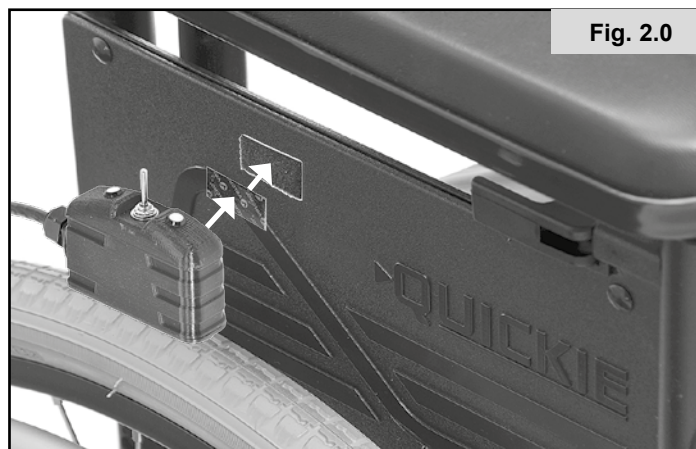

Fig. 2.0
2. Afbryderen kan monteres hvor som helst du ønsker, ved blot at anvende den medfølgende krog og velcrobånd på siden af afbryderen og din kørestols armlæn, ramme, eller et andet ønsket sted, (fig. 2.0).